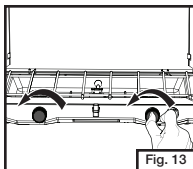
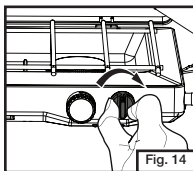

Fig. 13
Fig. 14
- Abra completamente la válvula del quemador girando en sentido contrario a las agujas del reloj y gire repetidamente el mando de encendido hasta que oiga un "clic", dejando que el mando de encendido vuelva al centro antes de volver a girar. Realice esta acción hasta que el quemador se encienda. (Fig. 13 and Fig. 14)